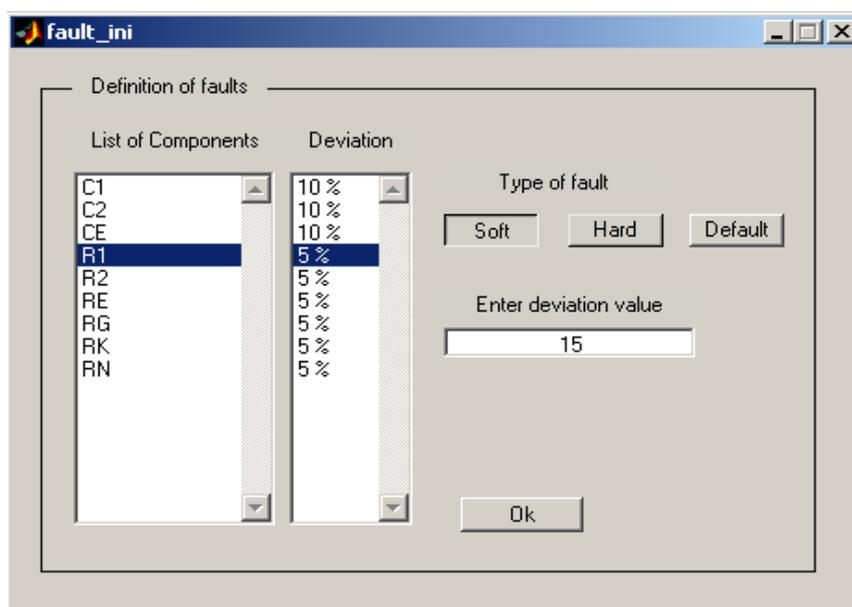

Рисунок 2.2. Назначение параметрической неисправности
2. В поле *Enter deviation value* указать величину отклонения от номинала, как показано на рис. 2.2.